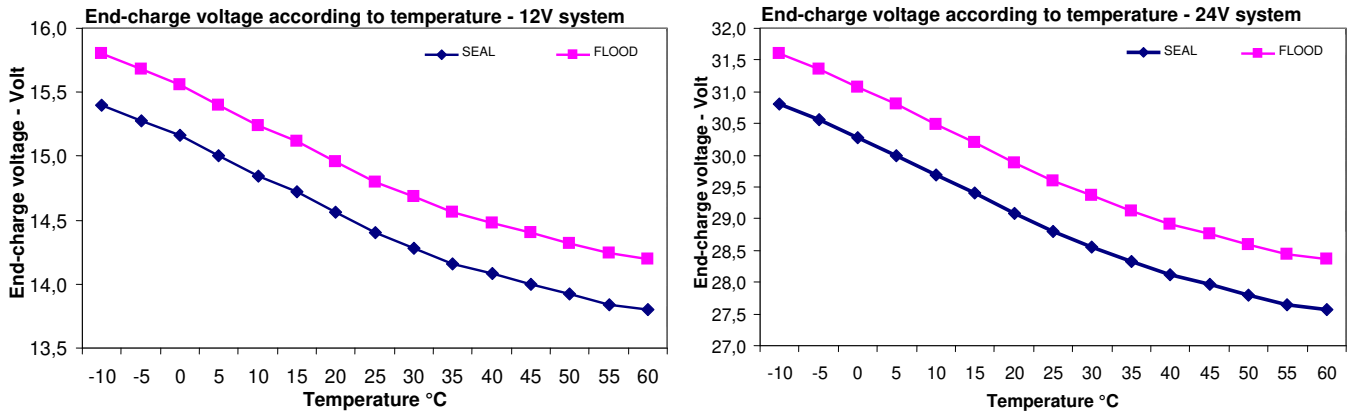

Fig.3 Courbe de compensation de la tension de recharge V_{eoc} en fonction de la température de batterie
- 3) Vérifier l'allumage correct de la charge. Si la charge n'est allumée que la nuit, il est possible de simuler la nuit en débranchant momentanément l'un des fils du module PV. Avec la charge allumée, vérifier le courant que ce dernier a absorbé en lisant l'information sur la page spécifique du module LCD (Fig.3).
<p>Elle configure la tension de la charge pour la batterie. SEAL doit être configuré pour les batteries au plomb hermétiques VRLA ou GEL (*). FOOD doit être configuré pour les batteries au plomb à vase ouvert (*). Li doit être configuré pour la charge des batteries au lithium. Non seulement il faut activer le programme « Li » mais il faut configurer également la tension de fin de charge conformément aux indications du fabricant de la batterie lithium-ion. Le dispositif WMarine10 permet de configurer la tension de charge Li dans l'intervalle 14.0 V – 14.7 V pour les systèmes à 12 V, 28.0V – 29.4V pour les systèmes à 24V. Il faut consulter le manuel de la batterie sélectionnée pour choisir la bonne valeur de la tension de charge pour les batteries au lithium. Lorsque le programme Li est activé, la tension de fin de charge n'est pas compensée en température mais elle est configurée à la valeur sélectionnée pour chaque valeur de température lue par le dispositif WMarine10.</p> <p>*Les tensions de charge relatives à chaque programme, qui sont indiquées sur les Fig.3, Tab.4 suivantes, doivent être choisies selon les indications du fabricant de la batterie.</p>